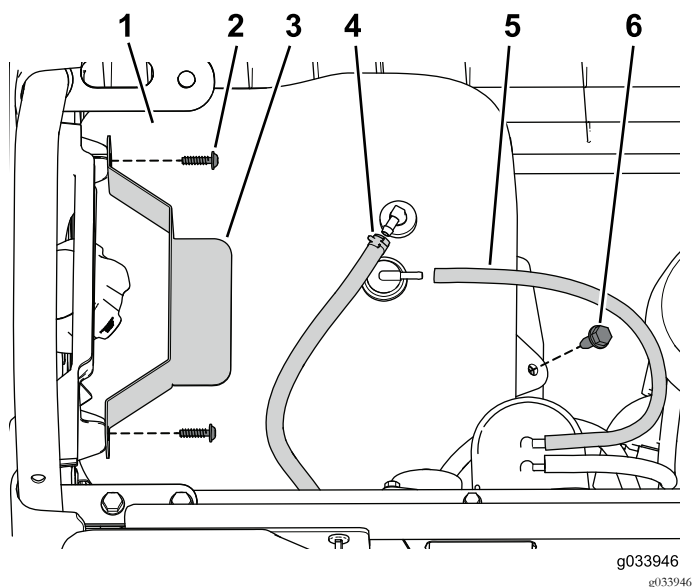

图1
1. 拧下将油箱固定到油箱托盘上的凸缘螺栓图1。
2. 拧下固定压紧装置的螺丝图1。
3. 从油箱上断开通气管和燃油管线图1。